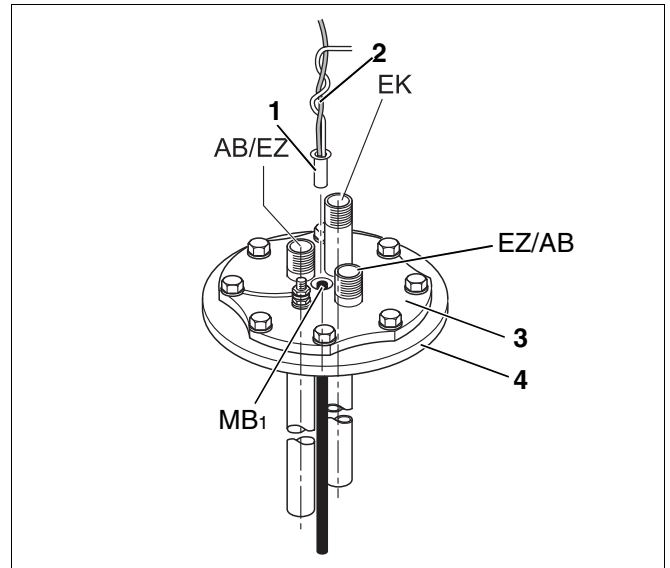

Abb. 7 Messstelle MB1 (Tauchhülse Nachladung Kessel)
Montage des Warmwasserfühlers (Abb. 7):
- Fühler (Abb. 7, **Pos. 1**) mit Führdraht (Abb. 7, **Pos. 2**) bis Anschlag einschieben. (Der Führdraht befindet sich in der Messstelle MB1.)